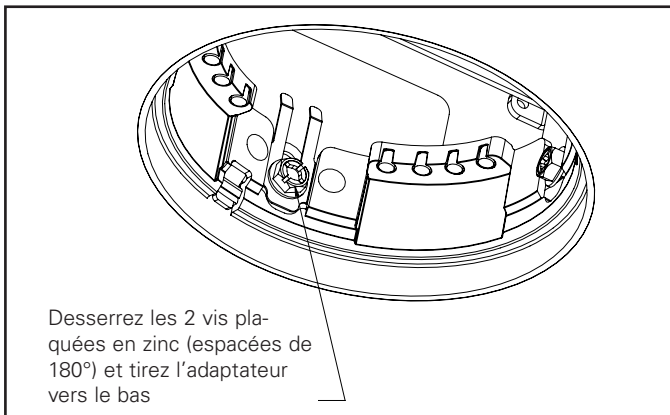

Figure 16.
4. Retirez l'adaptateur du plafond en desserrant les deux (2) vis hexagonales plaquées en zinc (couleur cuivre) qui fixent le collet au boîtier (consultez la Figure 16). Desserrez seulement la vis; ne la retirez pas de l'assemblage.